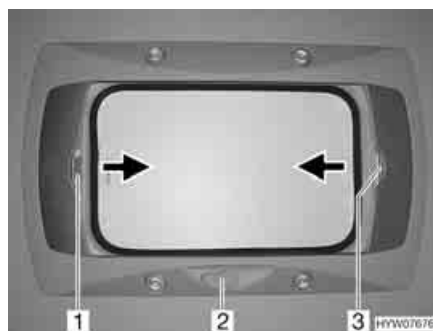

Fig. 69 Oblò a manovella
- Apertura:** ■ Ruotare la manovella (Fig. 69,2) fino a quando non si incontra resistenza (angolo di apertura max. 70°).
- Chiusura:** ■ Tirare la tendina oscurante pieghevole per la maniglia (Fig. 69,3) nella direzione della freccia fino alla posizione desiderata e rilasciare. La tendina oscurante pieghevole rimane in questa posizione.
- Chiusura:** ■ Tirare la zanzariera a rullo per la maniglia (Fig. 69,1) nella direzione della freccia verso la maniglia contrapposta della tendina oscurante pieghevole (Fig. 69,3) e farla innestare.
- Apertura:** ■ Tirare la maniglia della zanzariera a rullo (Fig. 69,1) dietro, verso l'alto, e sganciare la zanzariera a rullo dalla tendina oscurante pieghevole (Fig. 69,3).